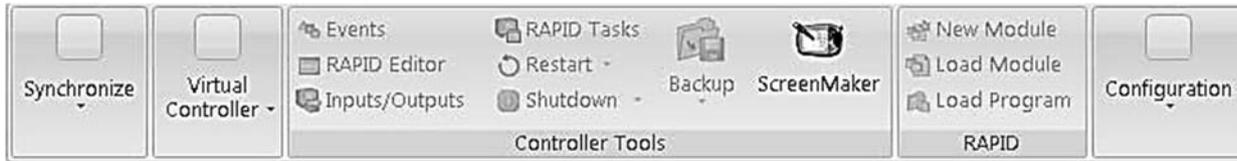

Рисунок 1.6 – Панель инструментов раздела меню Offline
Offline открывает панель инструментов (рисунок 1.6), которая содержит команды для синхронизации (Synchronize), конфигурирования виртуального контроллера (VC) (Virtual Controller), работы с программными модулями (RAPID), написанными на языке программирования RAPID для роботов производства ABB Group и конфигурирования проектируемой системы Configuration.